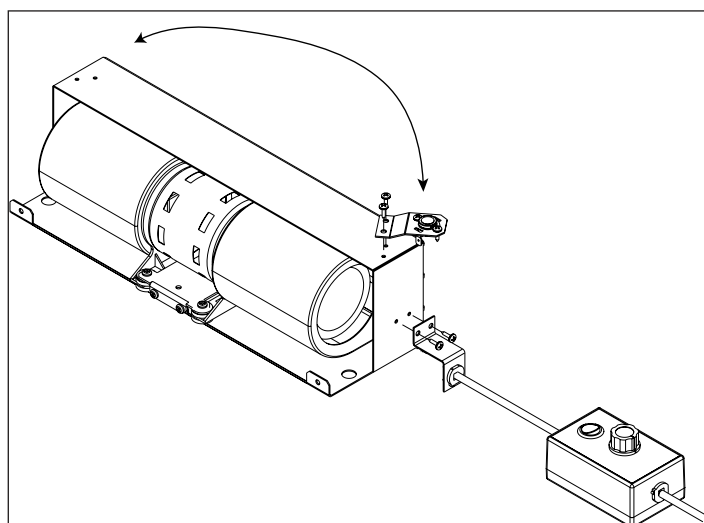

Figure 21.2
3. À l'aide du tournevis à tête cruciforme, retirez le support du disque d'arrêt et le support de retenue du cordon sur le côté droit. **Figure 21.2**
4. Réinstallez le support du disque d'arrêt et le support de retenue du cordon au côté gauche du boîtier du ventilateur. **Figure 21.2.**